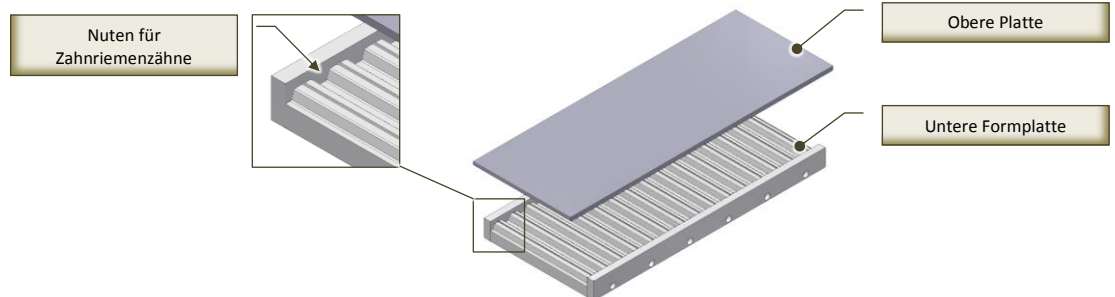

Abb. 8.4-5 – HabaSYNC Zahnriemenpositionierung auf Fügeplatten
3. Wenn Sie einen HabaSYNC-Zahnriemen reparieren möchten, laden Sie ihn in die Verbindungsplatten (Abb. 8.4-5):